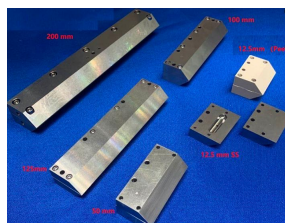

图 2
3. 其他宽度挤压头可安装在刮刀上 (12.5mm 或 30mm) (图 2)